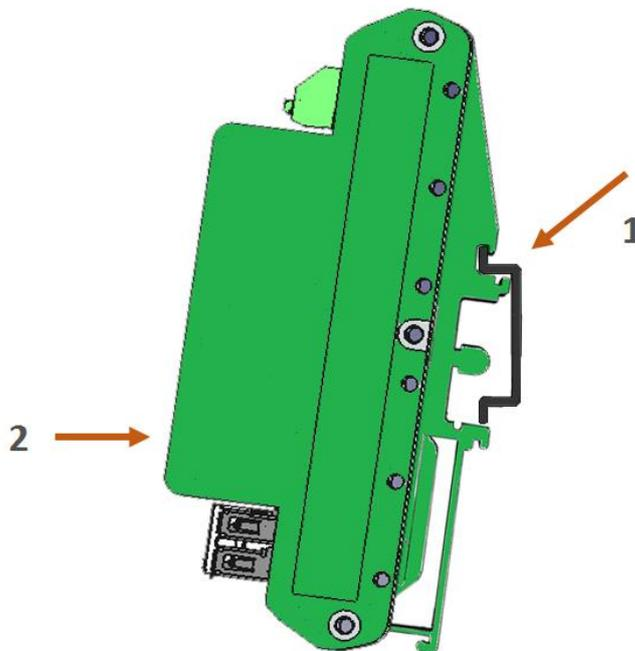

Рисунок 7 - Монтаж на DIN рейку
3. Для монтажа на DIN-рейку, верхний зажим поставьте на край рейки (1) и прижмите нижний (2) до щелчка (см. Рисунок 7).